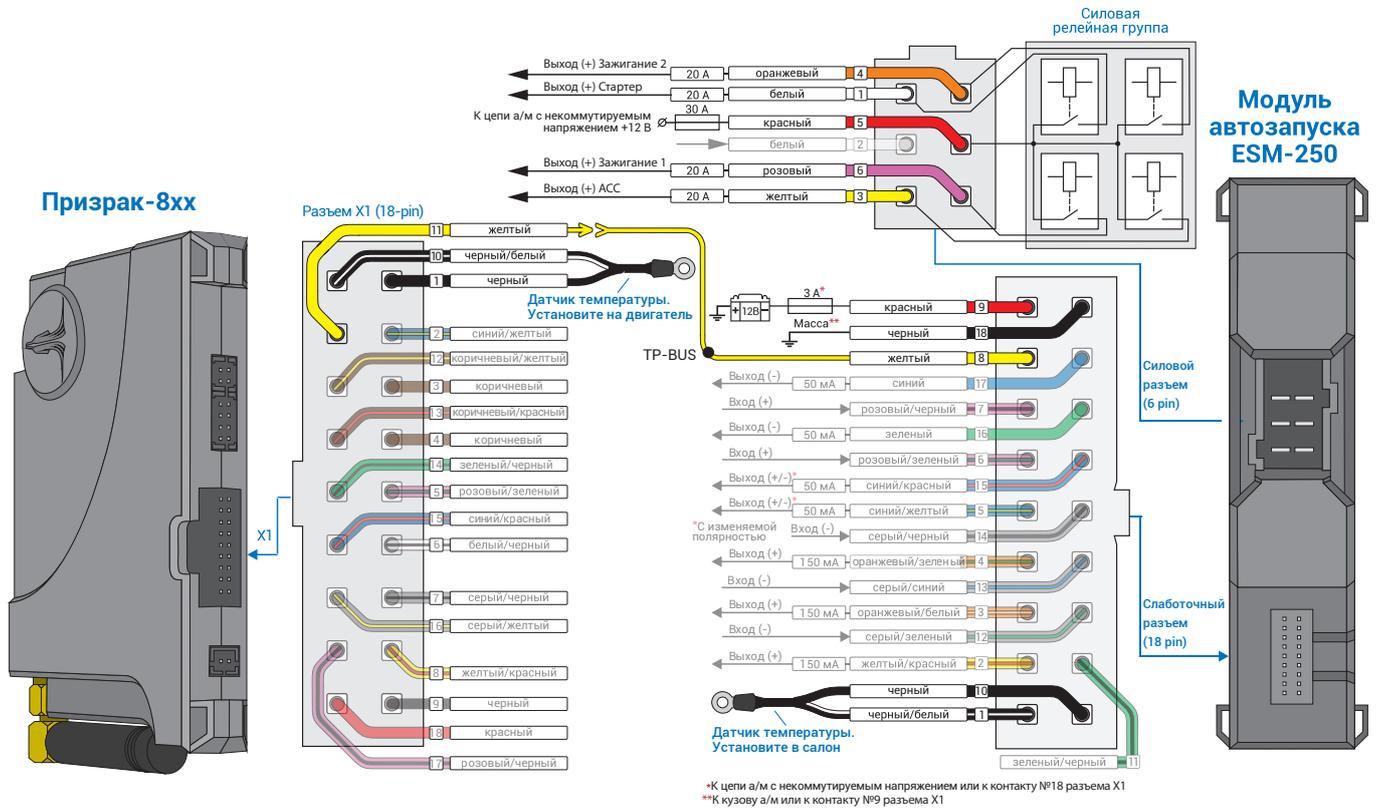
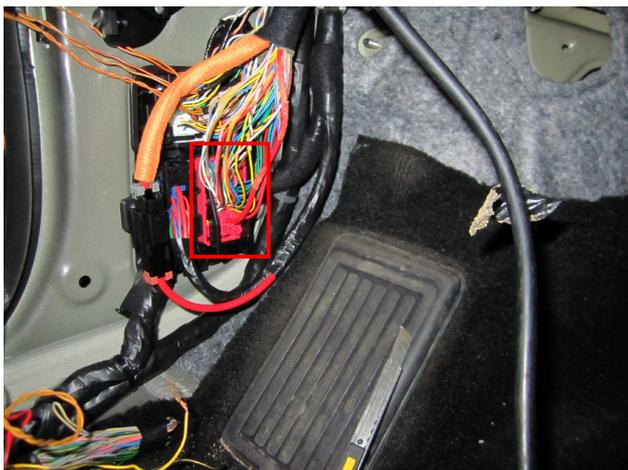

Рис.3 Подключение модуля автозапуска ESM-250
Рис.4 Место подключения к силовым цепям запуска двигателя
3. Подключите модуль автозапуска ESM-250 – выводы модуля, которые требуется подключить выделены на рис. 3. Подключение производится в розовом разьеме за левой кик панелью (см. рис. 4, 5).